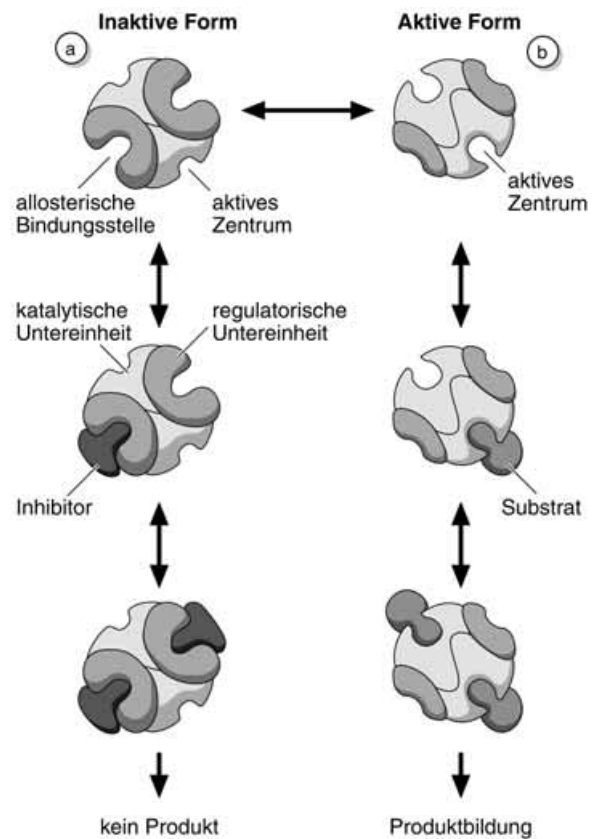

Abb. 2 Aktive und inaktive Form eines allosterischen Enzyms
2. „Negative Regulatoren stabilisieren die inaktive Form eines allosterischen Enzyms, positive Regulatoren stabilisieren seine aktive Form.“ Erklären Sie diesen Satz mithilfe von Abbildung 2.